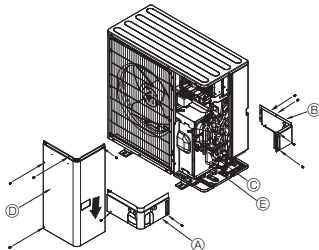

Fig. 5-3
5.3. Tubos de refrigerante (Fig. 5-3)
- Quite el panel de servicio ⑧ (4 tornillos), la cubierta de las tuberías delanteras ④ (2 tornillos) y la cubierta de las tuberías traseras ⑤ (4 tornillos).
- ① Realice las conexiones de los tubos de refrigerante de la unidad interior/exterior con la válvula de parada de la unidad exterior completamente cerrada.
- ② Purgue el aire del sistema por succión en la unidad interior y tubos de conexión.
- ③ Tras conectar las tuberías de refrigerante con la unidad interior, compruebe que no haya fugas de gas. (Consulte apartado 5.4. Prueba de fuga de gas del tubo de refrigerante.)
- ④ En el puerto de servicio de la válvula de parada se utiliza una bomba de vacío de alto rendimiento que permite mantener el vacío durante un tiempo adecuado (al menos una hora tras alcanzar -101 kPa (5 milímetros de mercurio)) para secar por vacío el interior de las tuberías. Siempre compruebe el grado de vacío en el manómetro. Si queda humedad en la tubería, en ciertos casos no se alcanzará el nivel de vacío aplicando vacío durante poco tiempo. Tras el secado por vacío, abra completamente las válvulas de parada (tanto las de líquido como las de gas) de la unidad exterior. Esta operación le permitirá conectar completamente las líneas refrigerantes de las unidades interiores y exteriores.